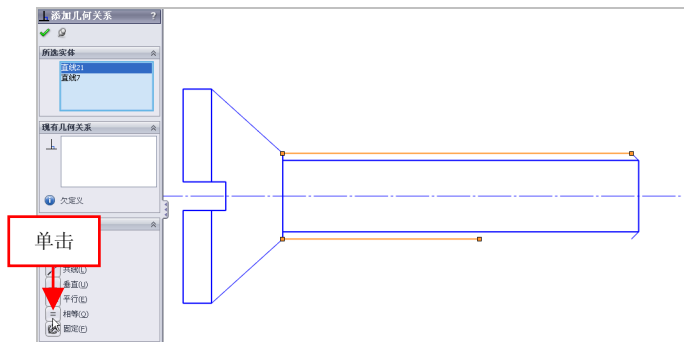

图 3-63 单击【相等】按钮
(2) 进入草图编辑环境，单击【草图】选项卡中【显示/删除几何关系】右侧的下拉按钮，在弹出的下拉列表中，单击【添加几何关系】按钮，弹出【添加几何关系】属性管理器，在绘图区中，依次选择右侧的最上方和最下方水平直线，单击【相等】按钮，如图 3-63 所示。